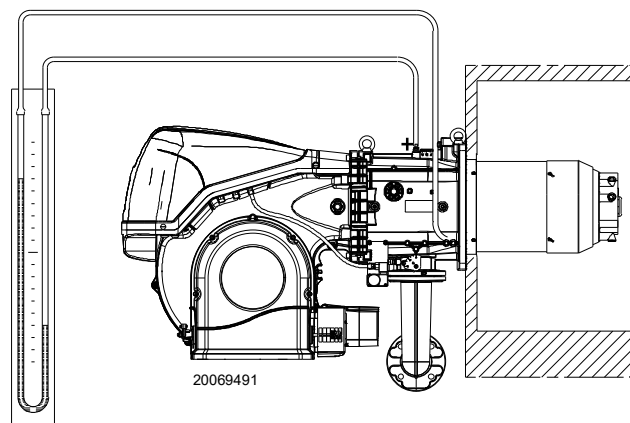

Рис. 29
- Соедините U-образный манометр или дифференциальный манометр (Рис. 29) со штуцером (+) замера давления газа на патрубке, а (-) с камерой сгорания. Служит для получения приблизительной МАКС. мощности горелки через .